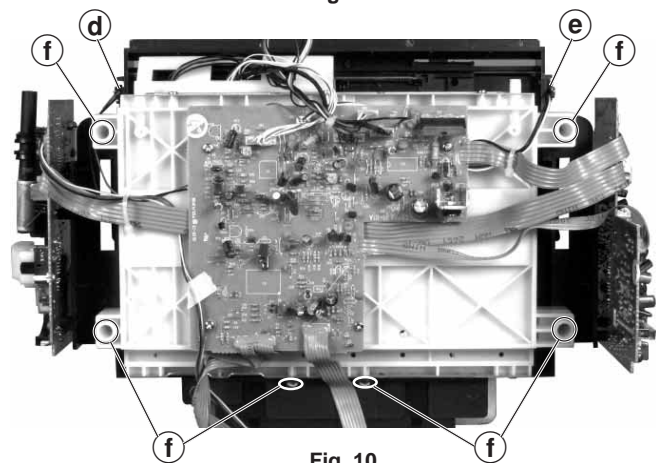

Fig. 10
- Beide CD-Fachdeckelschalter **d** und **e** (Fig. 10) abschrauben.
- 6 Schrauben **f** herausdrehen (Fig. 10) und CD-Laufwerkchassis abnehmen.
- Unscrew both CD door switches **d** and **e** (Fig.10).
- Undo 6 screws **f** (Fig. 10) and remove the chassis of the CD drive mechanism.